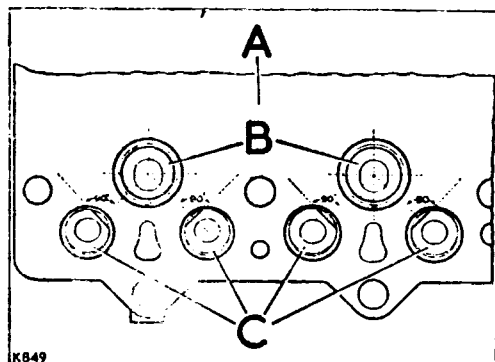

Fig. A4-84.- Posición correcta de las guías de las varillas de empuje respecto a las precámaras de combustión.
- 4.2.- Las guías nuevas, con empaquetadura también nueva, deben recubrirse con grasa silicona y montarse a presión en la culata, conforme se indica en la (Fig. A4-84). Se comprobará que los bordes biselados de las guías y culata hacen un contacto perfecto y que el chaflán de la guía forma un ángulo recto con la línea que une el centro de la guía y el de la precámara de compresión (B) (Fig. A4-84). Si no se tiene en cuenta esta posición quedará restringida la circulación de refrigerante alrededor de las precámaras.